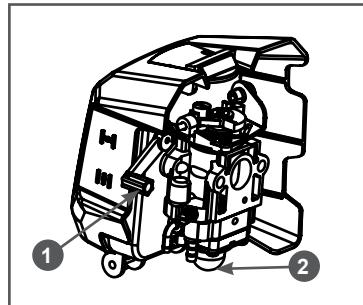

Рис. 8 Расположение рычага управления воздушной заслонки и ручного топливного насоса
3. Прокачайте топливо через карбюратор. Для этого нажимайте (примерно 5-10 раз) на ручной топливный насос до появления в насосе топлива и возникновения сопротивления при нажатии. Насос 2 находится в нижней части карбюратора под корпусом воздушного фильтра (Рис. 8).
6. Закройте воздушную заслонку. Для этого рычаг 1 управления воздушной заслонкой (Рис. 8) установите в верхнее положение (положение «OFF»).